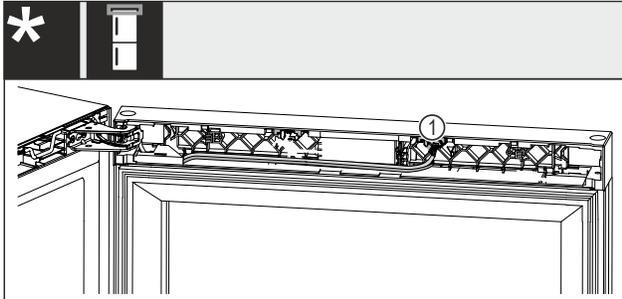

Fig. 23 Wein-Gefrier-Kombinationen*
- ▶ Stecker Fig. 23 (1) aus dem Nest herausziehen.*